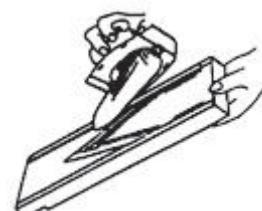

図19. にんじんの切り方
**18. Q. にんじんなど、手に持つには小さく、⑥安全ホルダーには入らない材料は、どの様に切ったら良いですか？**
A. 図19の様に、片側が⑥安全ホルダーの筒の中に入るように斜めにセットしてから、切れます。